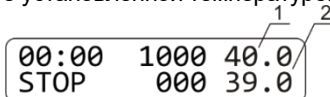

Рисунок 6. Дисплей после калибровки: 1. Установленная температура; 2. Текущая откалиброванная температура
6.4.8. Дисплей покажет откалиброванные значения температуры (рис. 6/1) и прибор продолжит термическую стабилизацию согласно ранее установленной температуре.